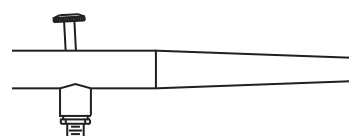

Figure 19
1. Enlever le couvercle du montage d'aiguille de l'aérographe. Voir Figure 19.